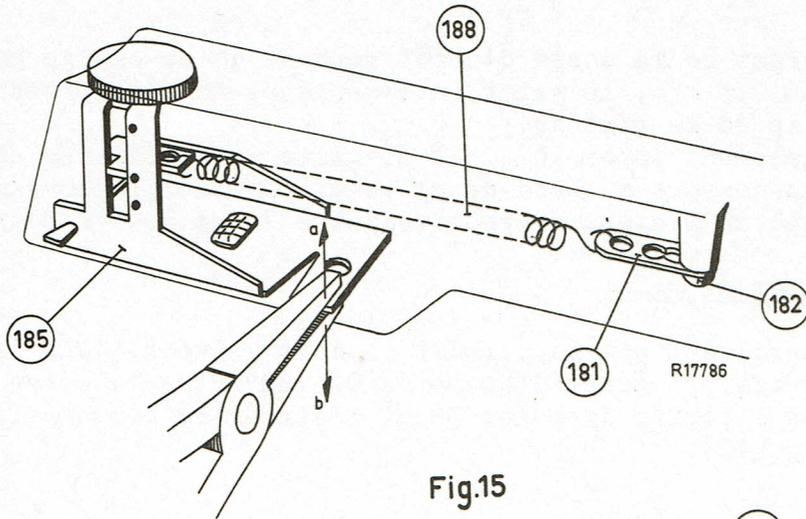

Fig.15
Par pliage de l'étrier du bras de pick-up (fig. 15).
- b. Par le déplacement de la plaque de réglage 189; à cet effet dévisser la vis 182 (voir le fig. 15).